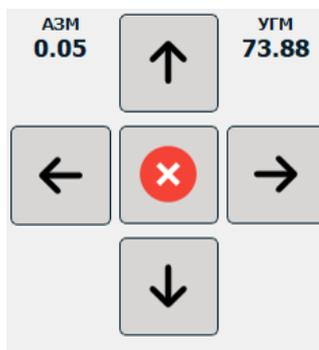

Рисунок 25 – Панель движения антенны
3.3.3.2.4.1 Панель движения антенны (рисунок 25)